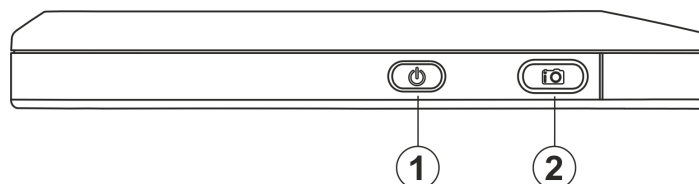

Fig. 3: Descrição das partes superior do instrumento
1. Clique no item "Flashlight" para ativar / desativar o foco LED branco integrado no instrumento (ver Fig. 3 - parte 1). O seguinte ecrã é mostrado: